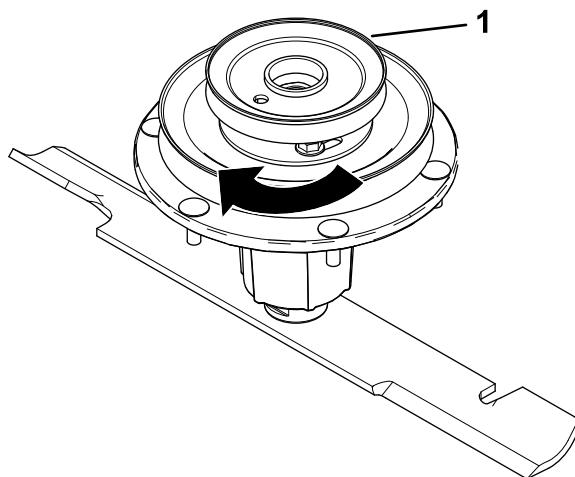

Figura 6
- Gire la polea para bloquearla en su posición (Figura 6).